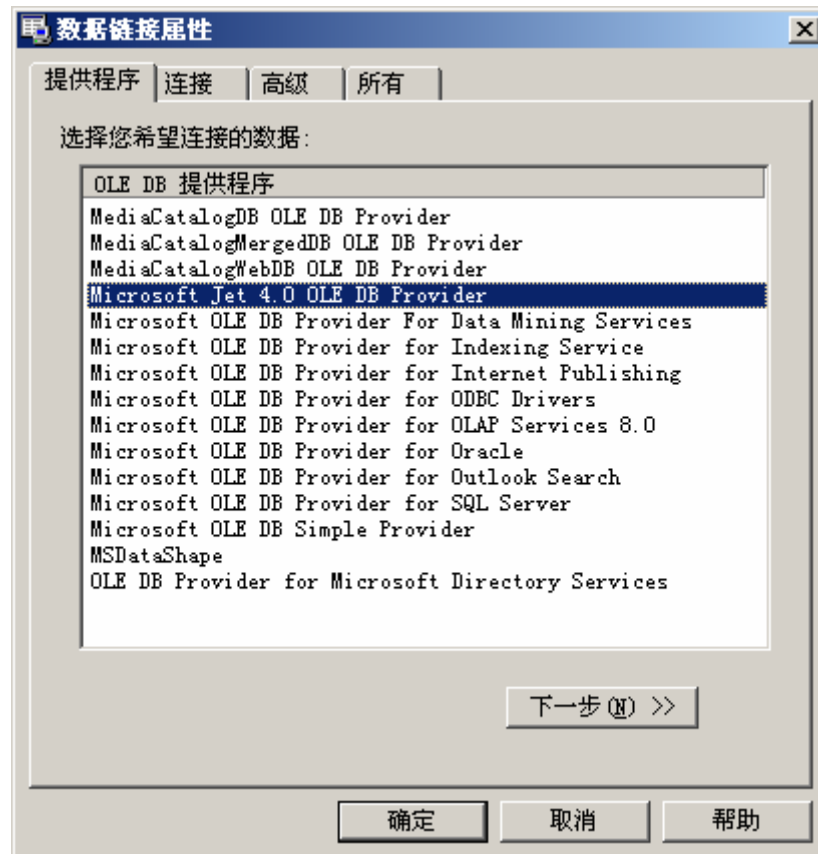

图 3-18 数据链接属性的提供程序项
- 1) 点击 ，弹出如图 3-18 所示的数据链接属性对话框，这个对话框一共有提供程序、连接、高级和所有四个窗口。